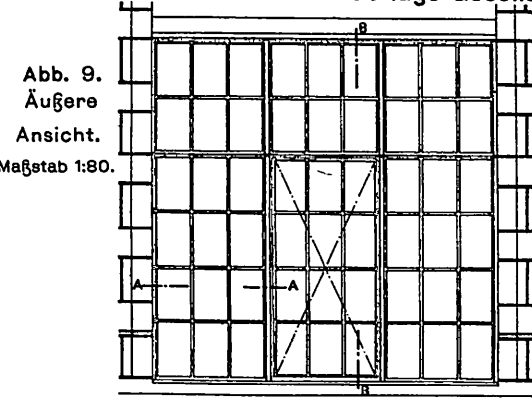

Abb. 9.
**Abb. 9 bis 11. Stählerne Fensterrahmen im Druckerei-Gebäude